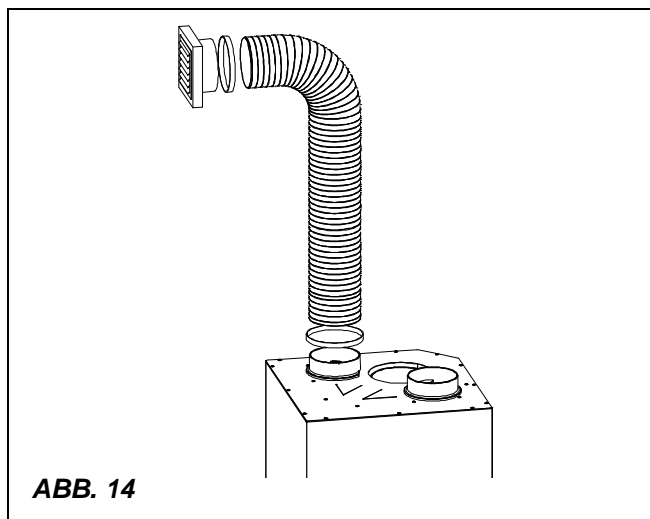
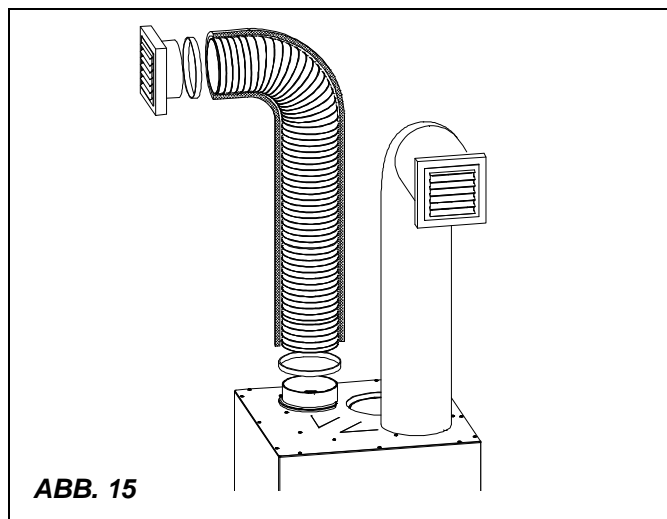

ABB. 14
ABB. 15
- Die Länge der Kanalaröhre sollen die gleiche Länge haben, um zu vermeiden, dass die verteilte Luftmenge aus jedem Auslasse verschieden ist (Siehe. ABB. 14 - ABB. 15)